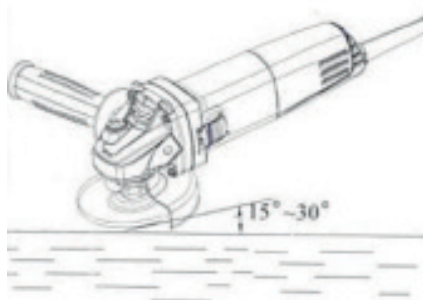

FIGURA 11
13.4. Ao utilizar um disco de desbaste novo, por favor não mova a máquina na direção B, pois existe o risco de a peça-obra ser cortada. Quando a lateral do disco de desbaste começar a se tornar oval, a máquina poderá ser movida nas duas direções A e B. (FIGURA 11)